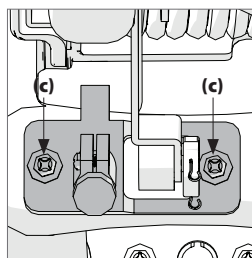

Fig. 7
- Desserrer les deux vis. (**Fig. 7 c**)